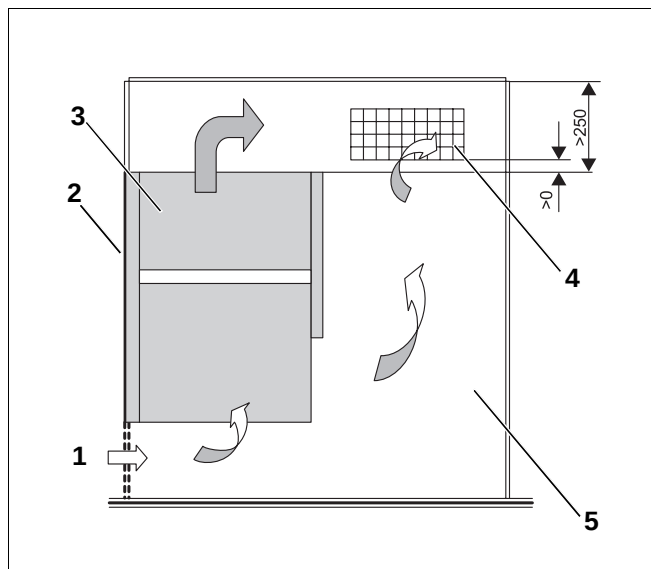
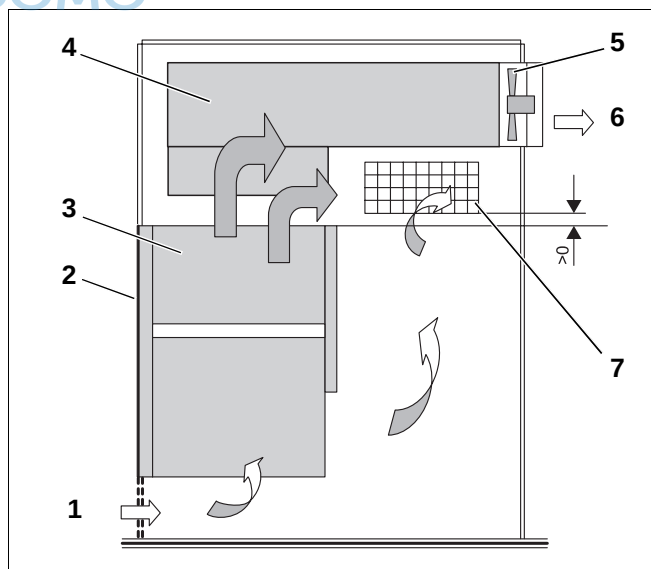

Abb. 16 Standardversion (Schwerkraftbetrieb), (Maße in mm)
Abb. 17 Ventilatorenbetrieb (Maß in mm)
Grundsätzlich läuft die Anlage im Schwerkraftbetrieb (Abb. 16). Falls ein zusätzlicher Ventilatorenbetrieb gewünscht wird, ist nur die Variante von Abb. 17 möglich. Andere Varianten sind nicht zulässig.
- Ventilatoren gemäß Abb. 16 installieren.